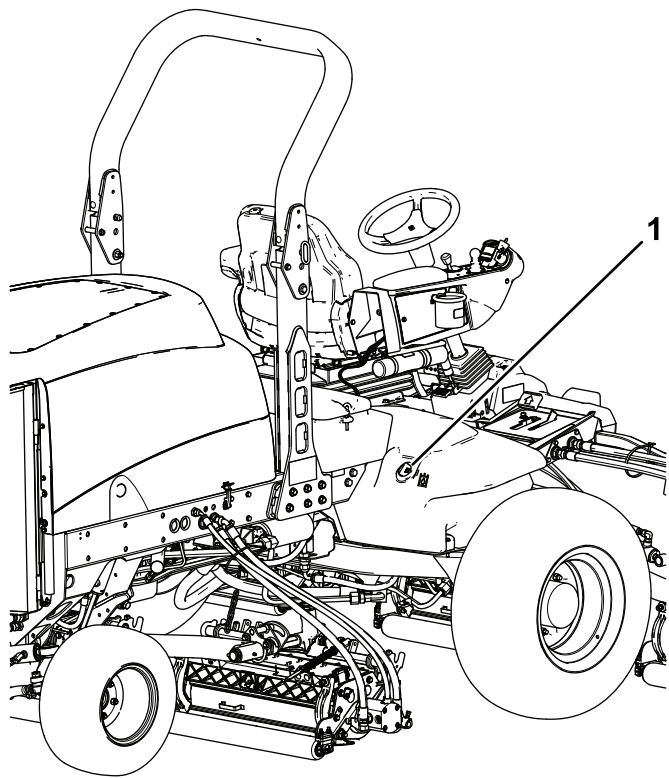

図 80
2. 油圧オイルタンクの注油口周辺をきれいに拭き、キャップ 図 80 を外す。